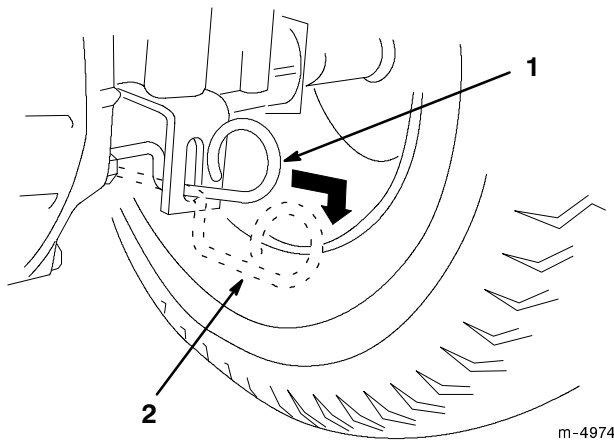

Bild 12
2. Ziehen Sie den Antriebshebel zum Schieben der Maschine heraus. Dadurch wird der Antrieb ausgekuppelt, und die Räder befinden sich im Freilauf (Bild 12).
1. Schieben Sie den Antriebshebel in die Einsatzposition. Dadurch wird der Antrieb eingekuppelt (Bild 12).